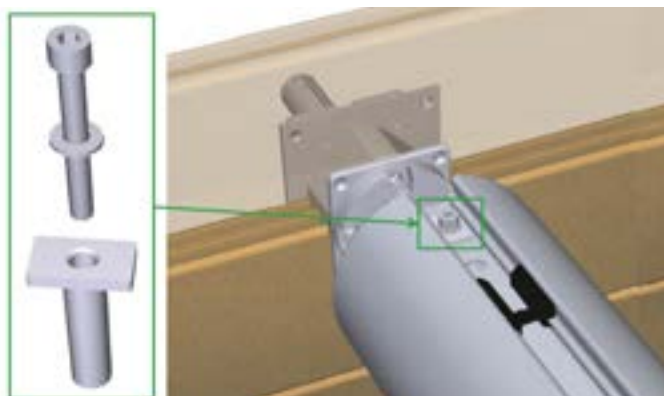

Abbildung 42 – Verriegelung der Welle in der Achse der automatischen Abdeckung
Verkeilen Sie die Welle in der Achse (*Abbildung 42*) mit einer Kunststoffkanüle, einer Unterlegscheibe von 8 mm Durchmesser und einer Zylinderkopfschraube mit Innensechskant 8 × 65 aus A4 Edelstahl (im Lieferumfang der Achse der automatischen Abdeckung enthalten).
Die Montageschritte des Trägers werden in *Abbildung 42* dargestellt. Die zur Montage erforderlichen Schrauben finden Sie in Beutel Y. In der Abbildung befindet sich die Holzwand zwischen den Teilen 7 und 8, die Folie ist zwischen den beiden Gummi-Dichtungsplatten (7) eingezwängt.